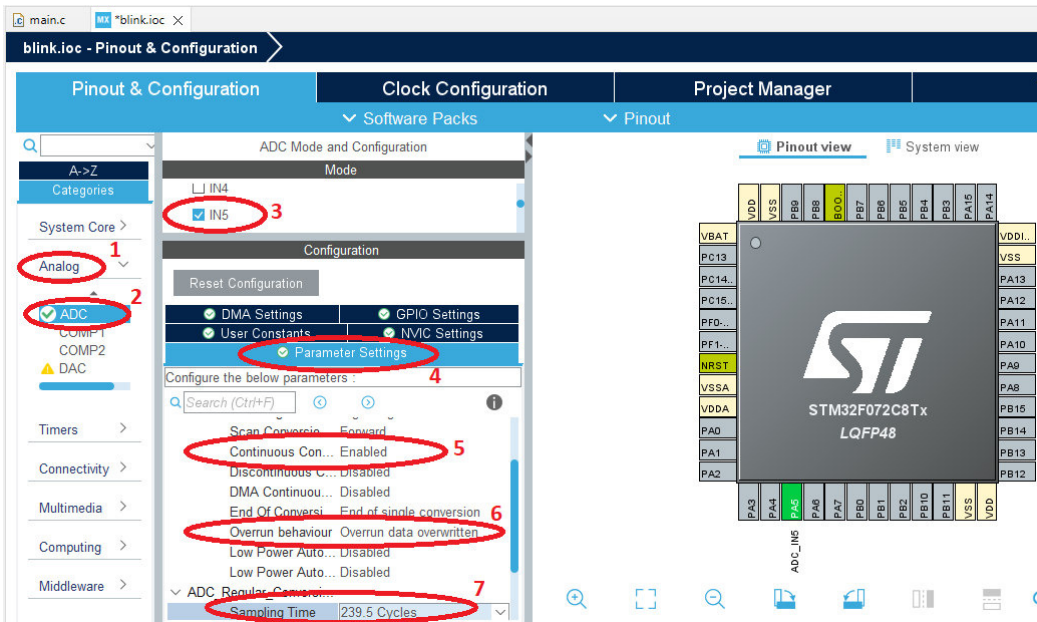

Рис. 3.4. Налаштування модуля АЦП в STM32CubeIDE
1. Запустити середовище розробки STM32CubeIDE, створити проект мовою C, в іос-файлі налаштувати АЦП на виконання неперервного перетворення напруги з ADC5 з максимальним часом вибірки 239,5 циклів (рис. 3.4). Щоб в регістрі результату АЦП завжди було найсвіжіше значення, задамо параметру «Overrun behaviour» значення «Overrun data overwritten». Це призведе до перезапису попереднього результату аналогово-цифрового перетворення, якщо він не зчитаний, новим результатом вимірювання напруги. На вкладці Clock Configuration задамо системну тактову частоту 48 МГц.